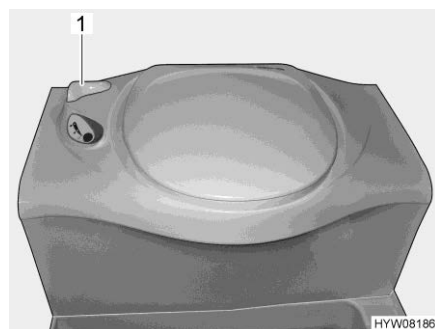

Bild 295 Thetford-toalett
- Öppna spjället på Thetford-toaletten före spolning. Därtill vrids spjällspaken (Bild 295,1) moturs.
- Efter spolning stängs spjället. Därtill vrids spjällspaken (Bild 295,1) medurs.